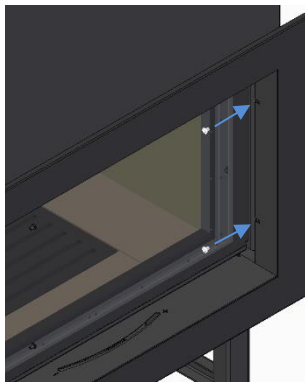

Figure 47
- c) Fixez la cadre dans la bonne position à l'aide de 2 vis de chaque côté, apposez-les et faites-les tourner un peu d'abord de l'intérieur de la jante, puis serrez-les complètement pour vous assurer que la bague est centrée autant que possible, Figure 47.